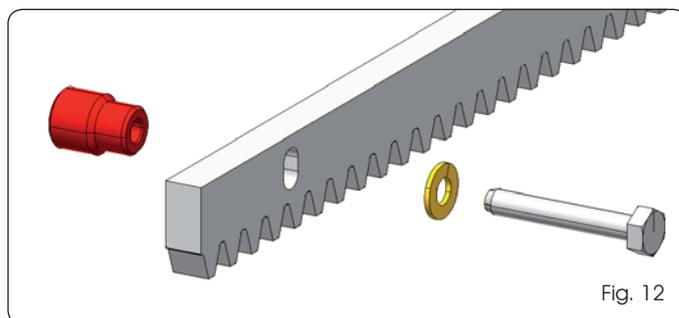

Fig. 12
5.4.2 CREMAGLIERA DI ACCIAIO AD AVVITARE (Fig. 12)